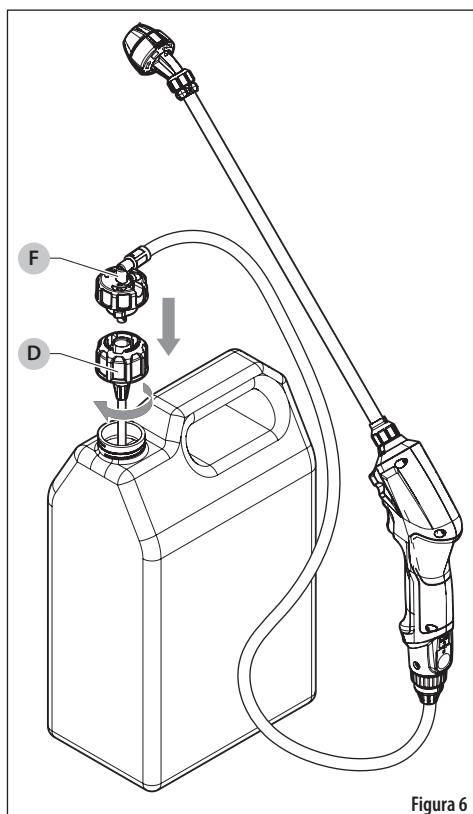

Figura 6
La tapa con adaptador universal (D) conecta la varilla de presión a cualquier botella de 38 mm con producto listo para usar, que esté etiquetada para usarse con este atomizador. Vea la Figura 6.